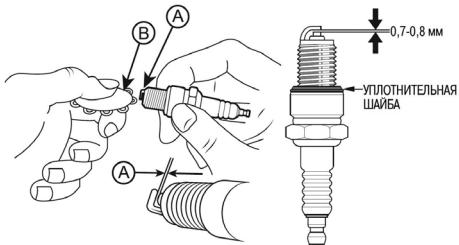

Рис. 47 Проверка межэлектродного зазора
- Измерьте зазор А между электродами свечи зажигания специальным щупом В. Зазор должен быть 0,7-0,8 мм (Рис. 47). При увеличении, или уменьшении требуемого зазора, рекомендуется заменить свечу, так как регулировка зазора может привести к изменению качества искрообразования.